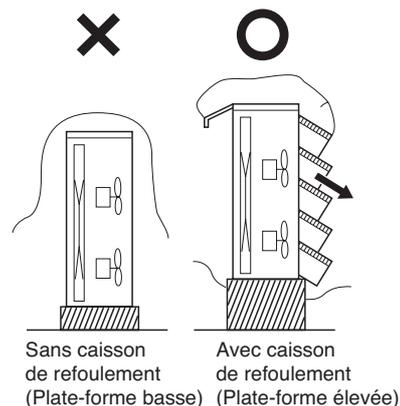

Fig. 2-9
- La plate-forme doit être surélevée par rapport à la hauteur de neige maximale. (Fig. 2-9)